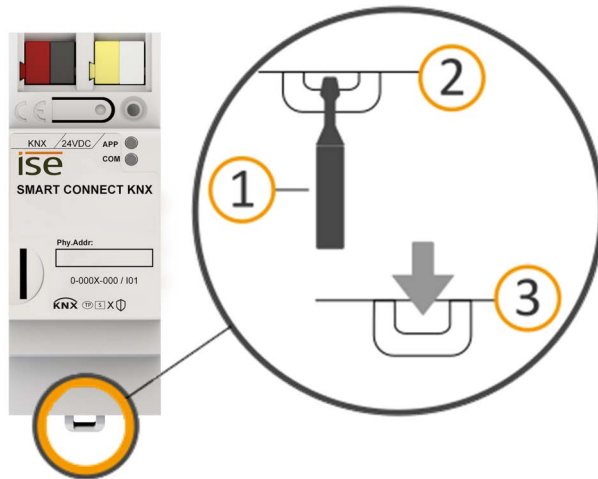

Abbildung 29: Gerät von Hutschiene lösen
1. Führen Sie einen Schraubendreher (siehe Abbildung 29, Pos. 1) in den Lösehebel (siehe Abbildung 29, Pos. 2) und schieben Sie den Lösehebel nach unten (siehe Abbildung 29, Pos. 3).